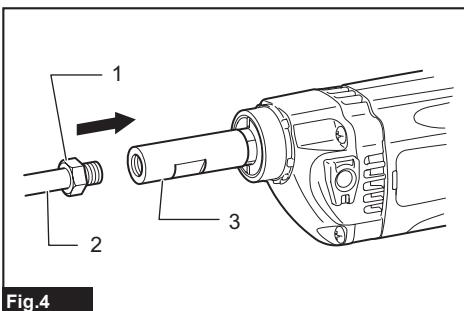

Fig.4
► Fig.4: 1. Hex nut 2. Shaft 3. Shaft holder